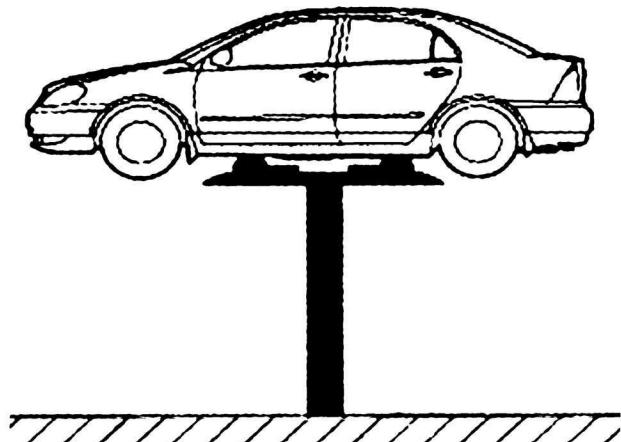

图 1-2-8 工位八
(8) 工位八(举升机升至高位)：检查各分泵制动液是否泄漏、发动机机油是否泄漏、更换零件安装状况等，如图 1-2-8 所示。